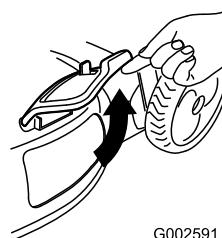

Figure 40
2. Soulevez et ouvrez le volet d'éjection latérale (Figure 40).